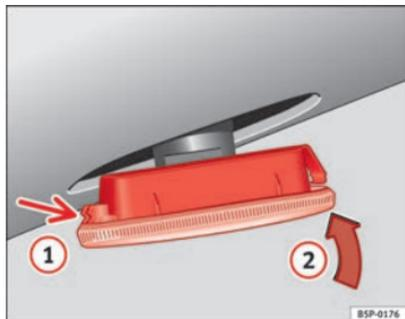

Fig. 173 Luz indicadora de mudança de direcção lateral
- Primeiro, coloque a luz indicadora de mudança de direcção no orifício da carroçaria, encaixando as patilhas ⇒ Fig. 173, seta ①.
- Encaixe a luz indicadora de mudança de direcção tal como indica a seta ② ⇒ Fig. 173.